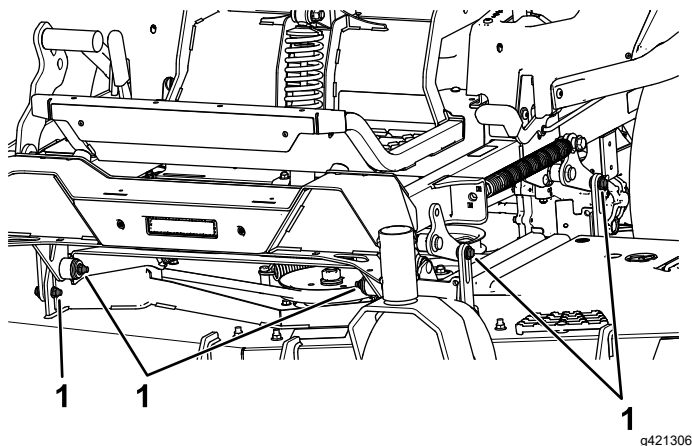

Figure 106
7. Enlevez et conservez les boulons et écrous de chaque côté de la machine (Figure 106).